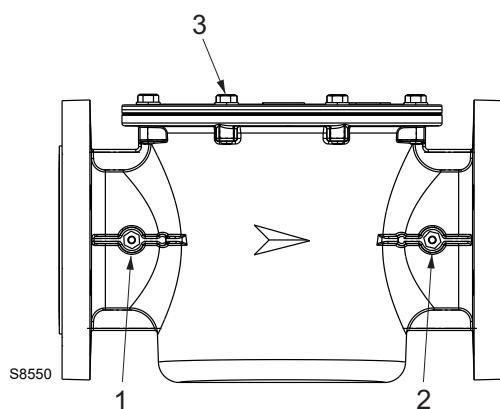

Fig. 13
Remplacer l'élément filtrant si le  $\Delta p$  entre les prises de pression 1) et 2)(Fig. 13) est supérieur à 10 mbar.
- dévisser les vis du couvercle 3)(Fig. 13) et effectuer un nettoyage minutieux du compartiment du filtre;